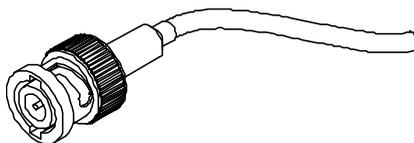

Figure L-5 Connecteur BNC pour sonde à courants de Foucault
- Le troisième type est un connecteur BNC (voir la Figure L-5 à la page 189), pour certaines sondes qui utilisent la technologie des courants de Foucault à bobine simple.